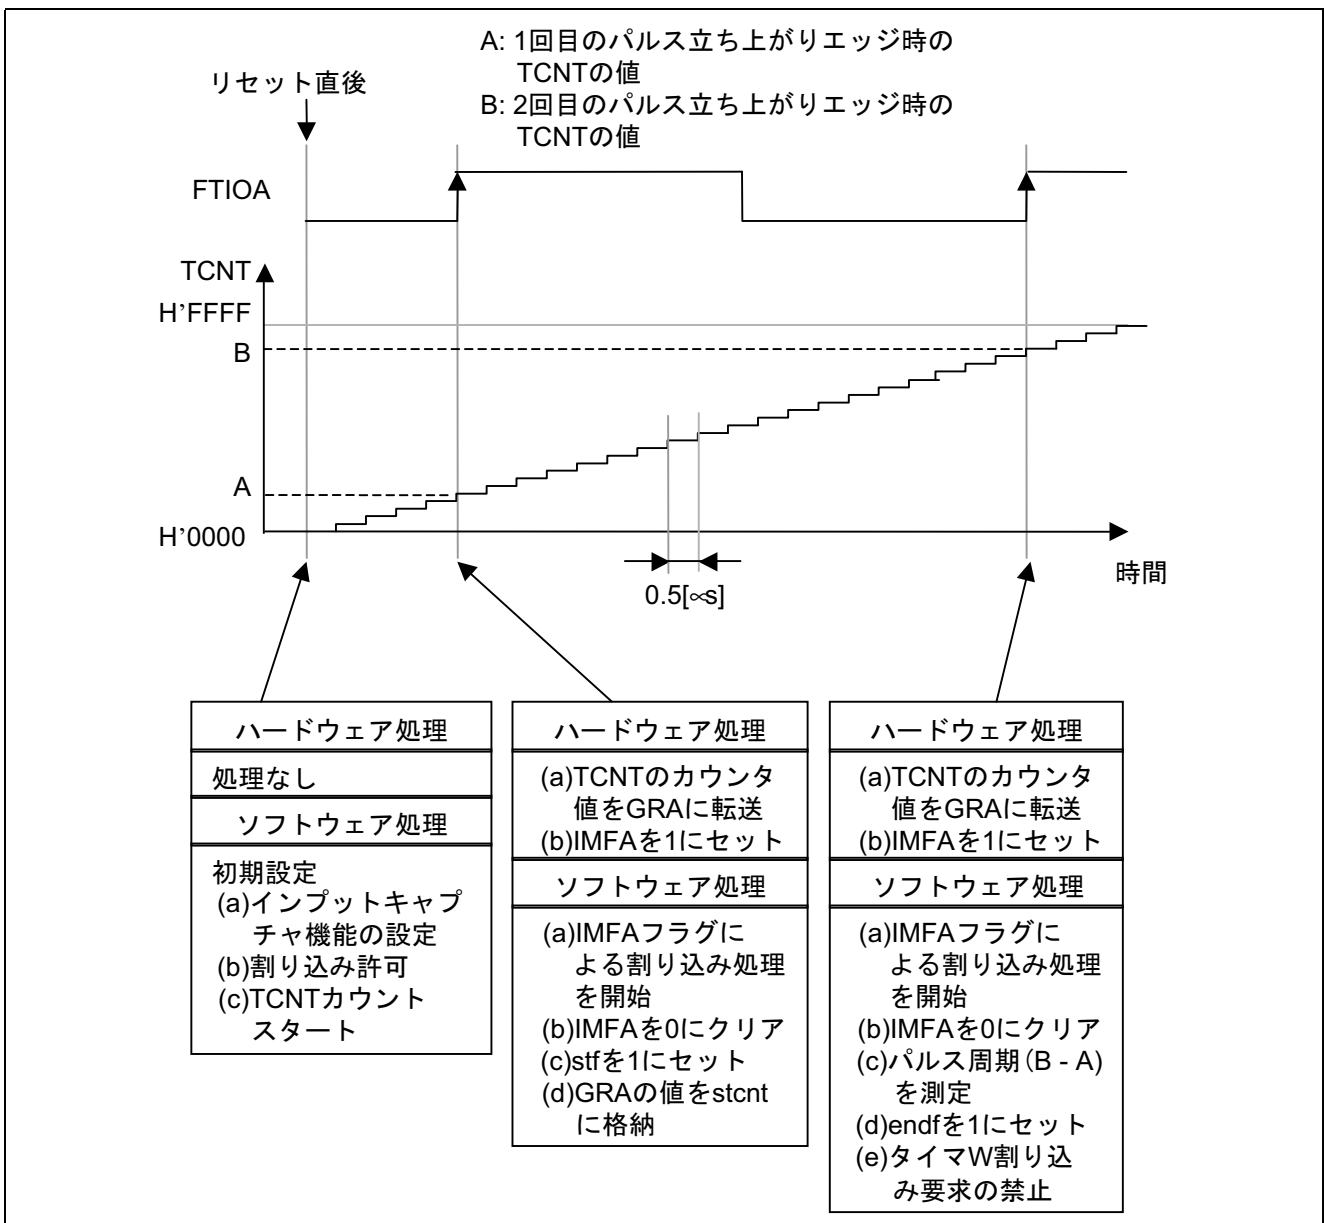
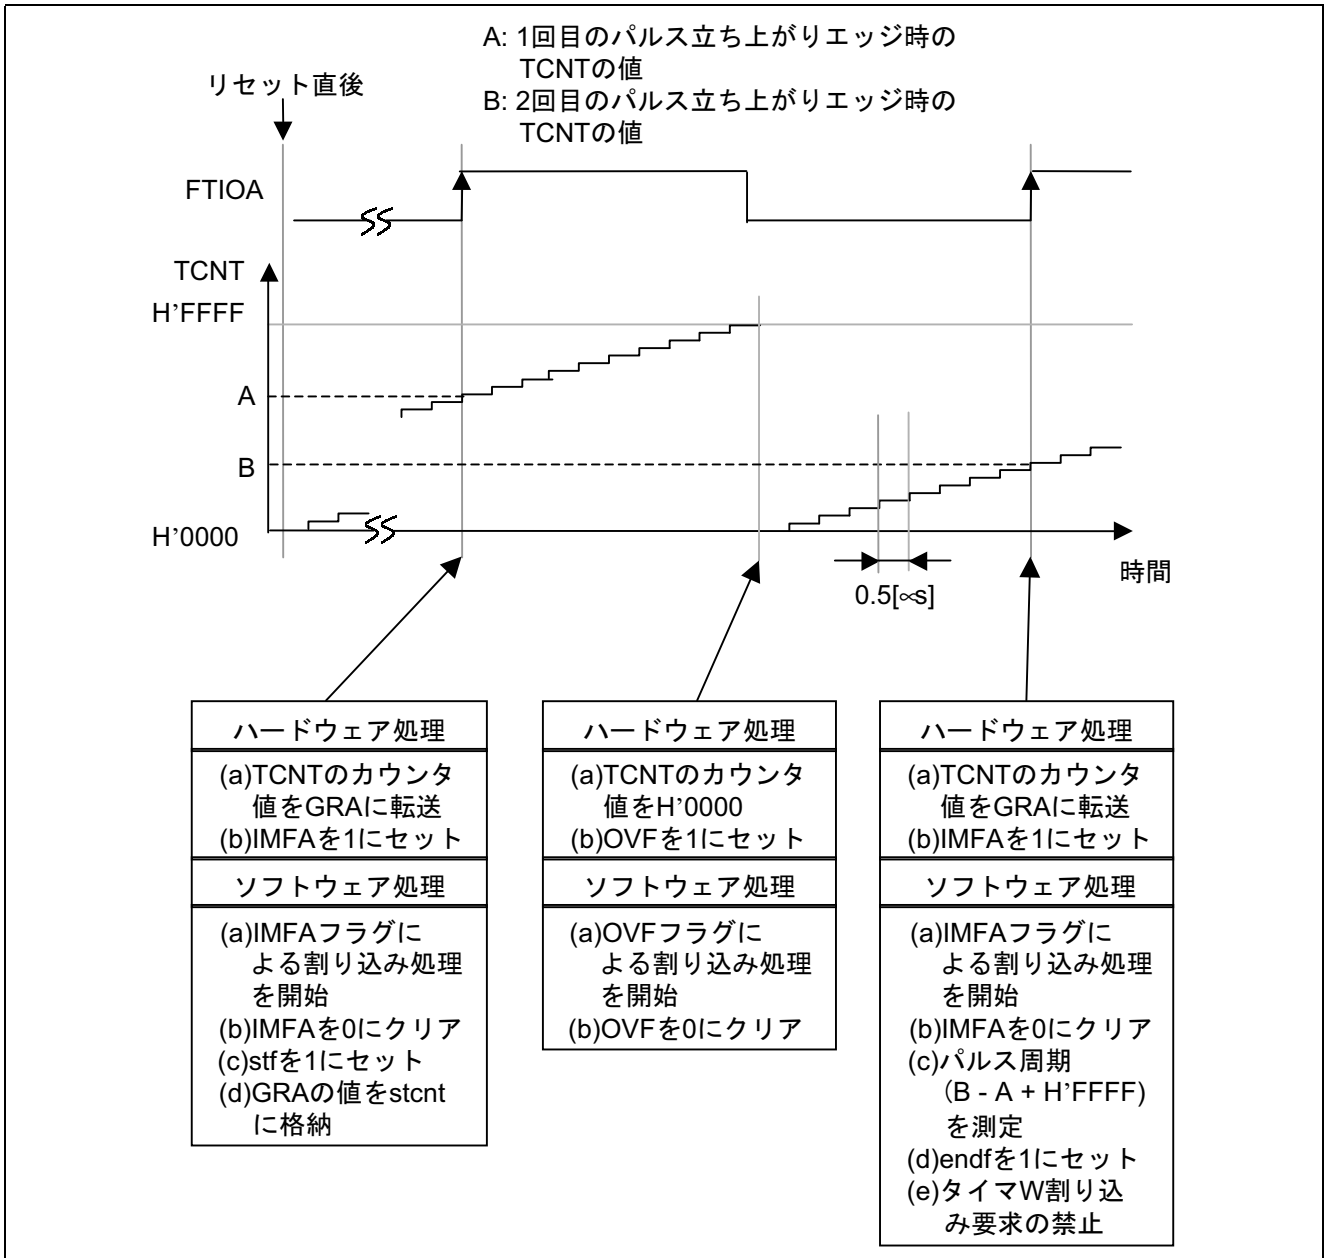

図 3 動作説明 1
図 4 動作説明 2
- 動作説明を以下に示します。1 回目のパルス立ち上がりから、2 回目のパルス立ち上がりまでの間に、オーバーフローが発生しなかった場合の動作を図 3、オーバーフローが発生した場合の動作を図 4に示します。図 3、図 4に示すようなハードウェア処理、及びソフトウェア処理により、パルスの周期測定を行います。